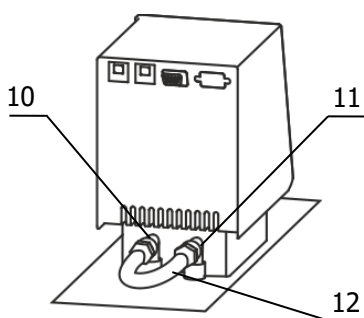

Рисунок 4 — Установка перемычки
2.2.6 Соединить шлангом-перемычкой 12 (рисунок 4) из комплекта поставки термостата входной 10 и выходной 11 штуцеры насоса блока регулирования. Закрепить перемычку на штуцерах, используя хомуты из комплекта поставки термостата.